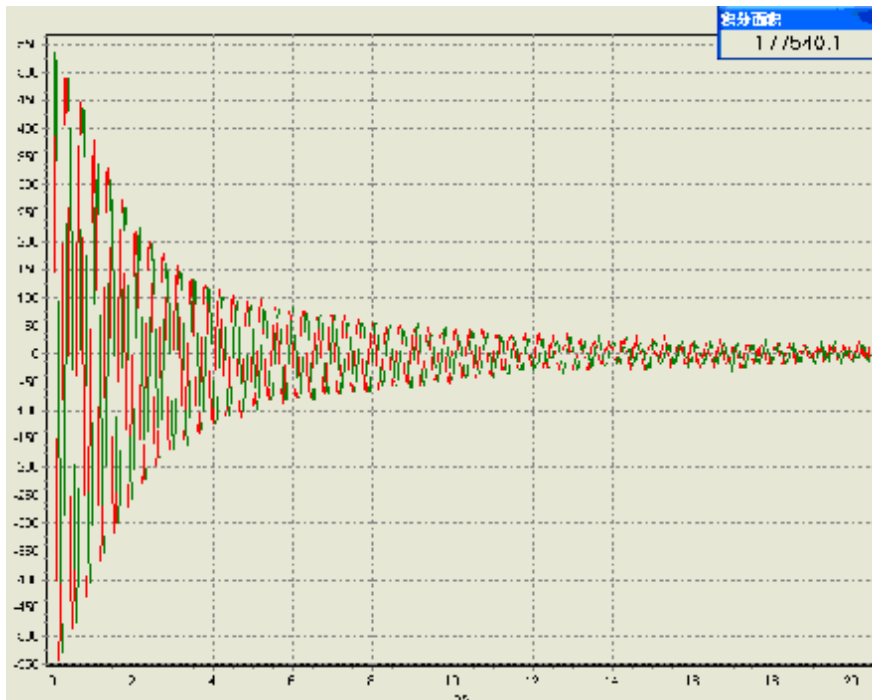

图 5
6、观察图 3，发现信号有些失真，原因是增益过大。此时可以调节射频单元的增益调节旋钮，来减小增益，以消除失真，调节后信号如图 5 所示。